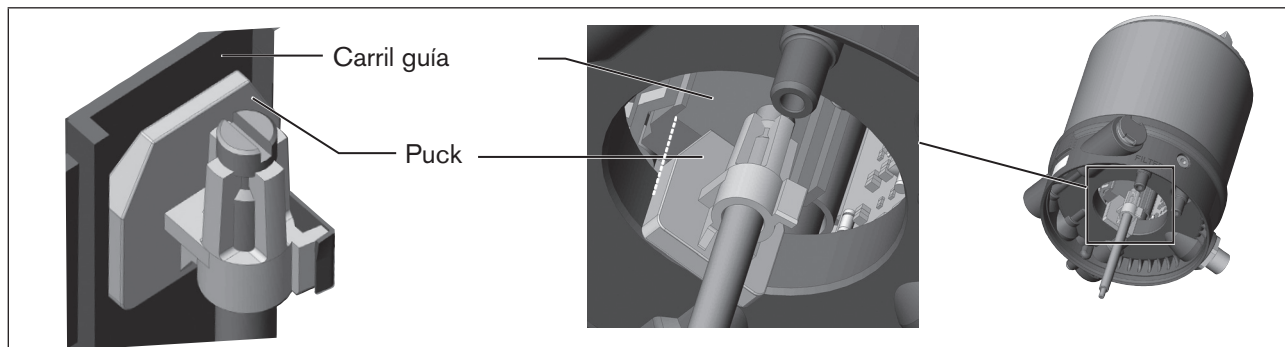

Imagen 22: Orientación del sensor
1. el puck (consulte «Imagen 22»)